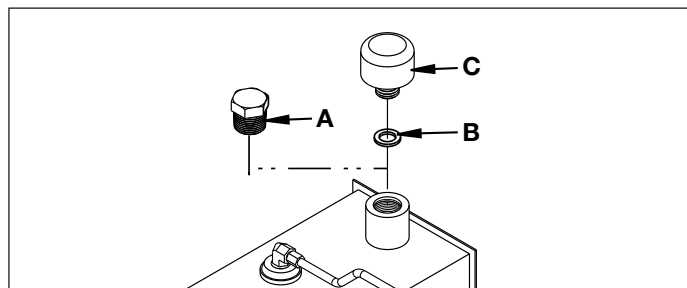

Figura 3, Instalación del tapón de llenado
En bombas nuevas, retire el tapón de transporte del depósito (A) y monte la arandela del filtro (B) y el tapón de llenado (C). Véase la Figura 3.